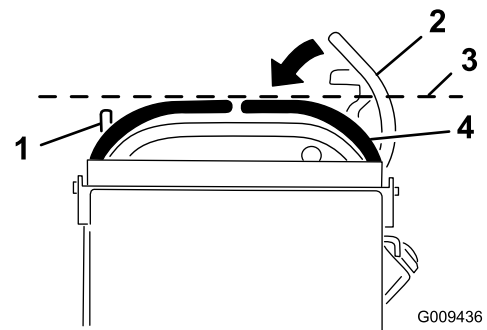

Bild 64
3. Drücken Sie den rechten Fahrtriebshebel nach unten und außen aus der ARRETIERTEN NEUTRAL-Stellung (Bild 64).
4. Prüfen Sie, ob der rechte Fahrtriebshebel mit dem linken Fahrtriebshebel horizontal eingestellt ist (Bild 64).